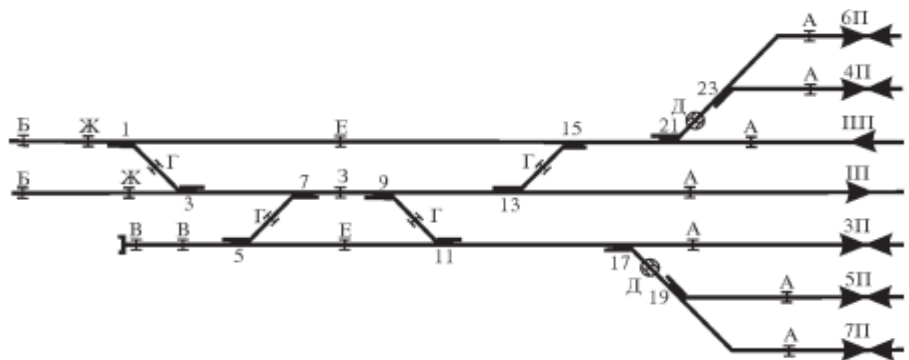

Рис. 32. Разделение железнодорожной станции изолирующими стыками
- 6) в отдельные рельсовые цепи выделить каждую из стрелок стрелочной улицы, а также стрелки, ведущие в улавливающий или предохранительный тупик (рис. 32);